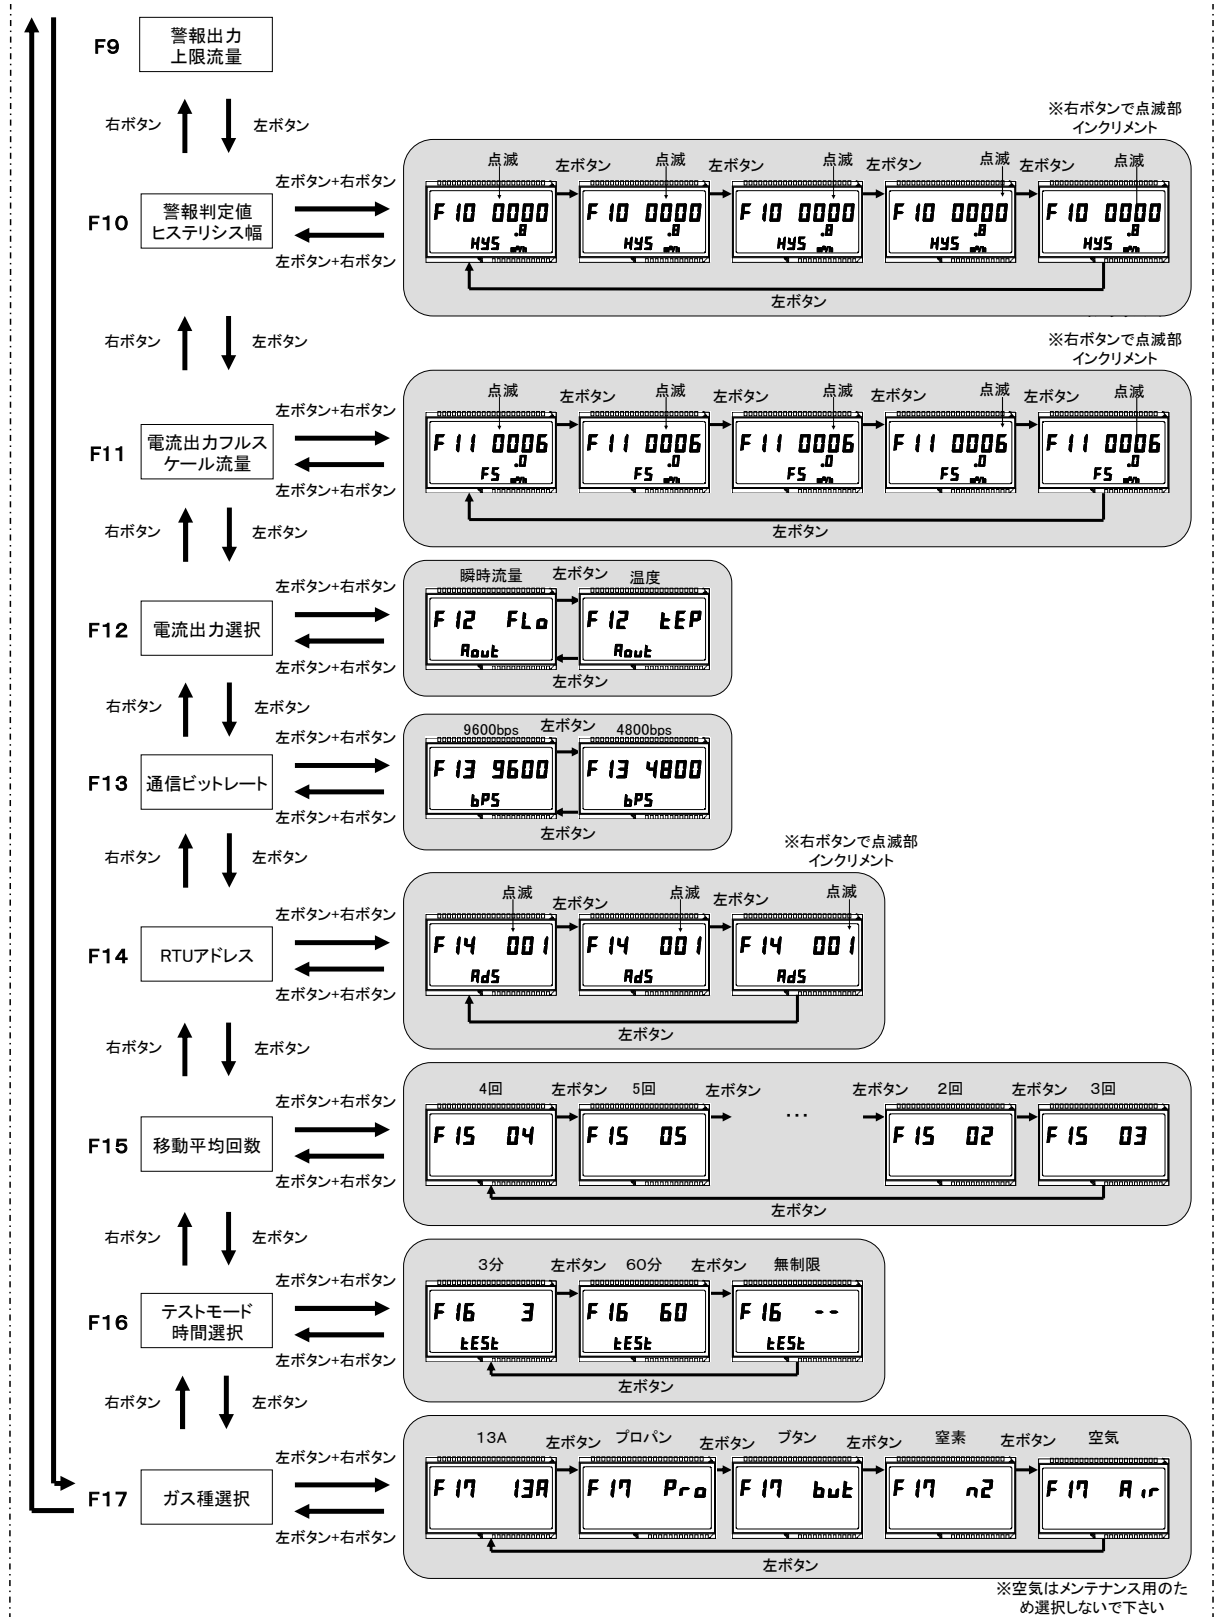

図 8-4. 各種設定モードの表示切替図(外部電源仕様)
- ①「中央ボタン」を押すと、設定モードへ移行します。設定モードから計測モードへの移行は、もう一度「中央ボタン」を押します。また、設定モードで3分間無操作の場合、計測モードへ自動的に移行します。
- ②設定モードでは「表7-1. 設定モードにおける各種設定項目と内容」(P.21)で示した設定内容の変更を行うことができます。
- ③設定モードでのボタン操作方法は、外部電源仕様については図8-3. および図8-4. の各種設定モードの表示切替図 (P.32、33) を、内蔵電池仕様については図8-5. および図8-6. の各種設定モードの表示切替図 (P.34、35) を参照してください。